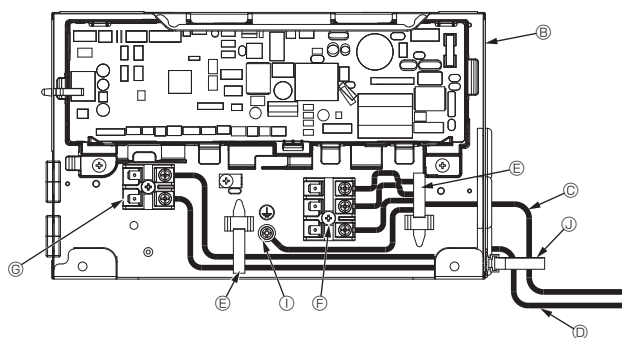

Fig. 7-4
7.2. Appareil intérieur (Fig. 7-3) (Fig. 7-4) (Fig. 7-5)